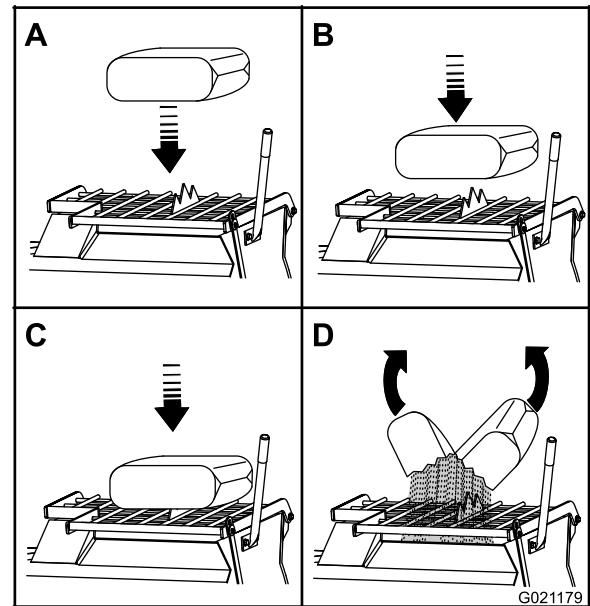

Figura 27
**Nota:** Puede abrir sacos de cemento, yeso y aglutinantes bajando el saco sobre el rompесacos (Figura 27).